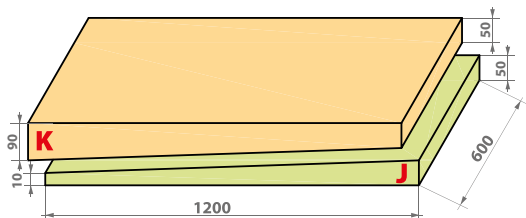

Рисунок 5.8. Набор плит клиновидной теплоизоляции LOGICPIR SLOPE 3,4%
5.4.6. Для формирования разуклонки к воронкам в ендове кровли и формирования контруклона от парапетов, зенитных фонарей и др. конструкций крыш применяется набор клиновидных плит на основе жесткого пенополиизоцианурата LOGICPIR CXM/CXM SLOPE 3,4% (элементы «J» и «K») (рис. 5.8).